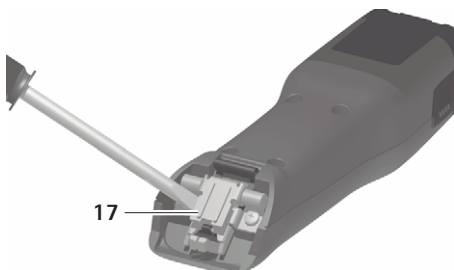

Fig. 1
- När knivlocket är stängt: fäll ut knivlocket 17 med skruvmejsel, se Fig. 1.